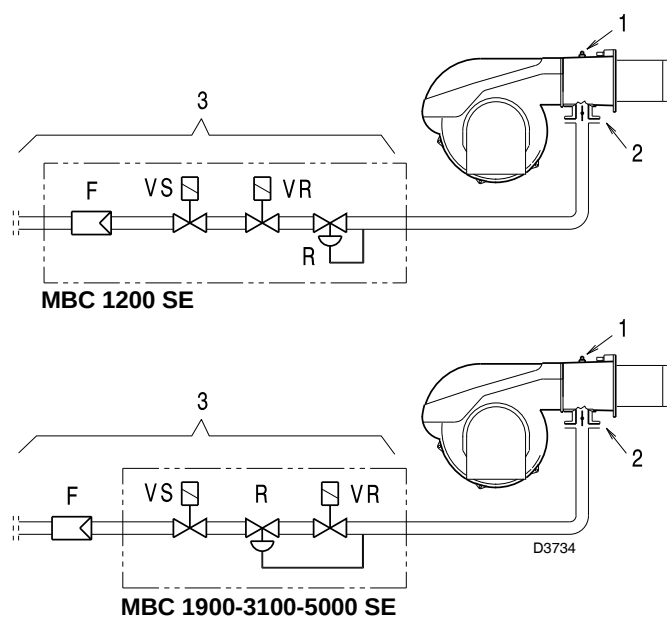

Fig. 26
Pression du gaz mesurée à la prise 1) (Fig. 26), avec :
Perte de charge vanne papillon gaz 2) (Fig. 26) avec ouverture maximum: 90°
Perte de charge de la rampe gaz 3)(Fig. 26) comprenant :
- soustraire la pression dans la chambre de combustion de la pression du gaz à la prise 1) (Fig. 26).
Pression du gaz à la prise 1) (Fig. 26) = 32,2 mbar
Par contre, pour connaître la pression du gaz nécessaire à la prise 1) (Fig. 26), après avoir fixé la puissance maximum de fonctionnement du brûleur:
- Lire la pression à la prise 1) (Fig. 26) sur la droite, colonne 1.
pression nécessaire à la prise 1) (Fig. 26).